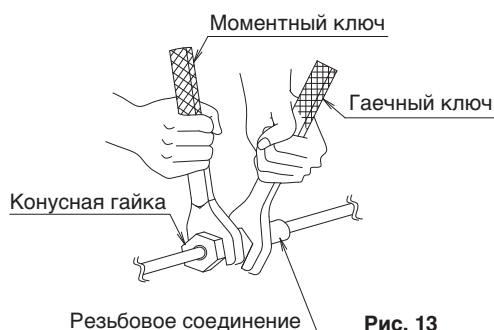

Рис. 13
- При подключении трубопроводов к кондиционеру обязательно используйте гаечный ключ и моментный ключ с ограничением по крутящему моменту, как показано на рис. 13.